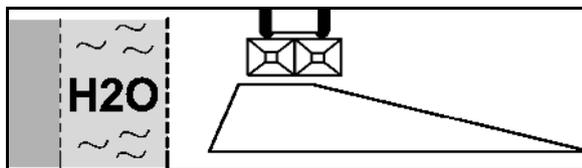

Fig. 71
1. Épandage en limite selon le décret concernant l'emploi des fertilisants (Fig. 71) :
Pour épandre en limite (conformément au décret concernant l'emploi des fertilisants) (Fig. 71) ou **en bordure** (le long de parcelles avoisinantes vous appartenant et devant être fertilisées de manière identique), (Fig. 73) démontez le **disque d'épandage VarioDisc gauche** (lorsque la bordure du champ se trouve à gauche de la machine), dans le sens de la marche et **remplacez-le par** le disque d'épandage en limite **Télé-Set** correspondant.